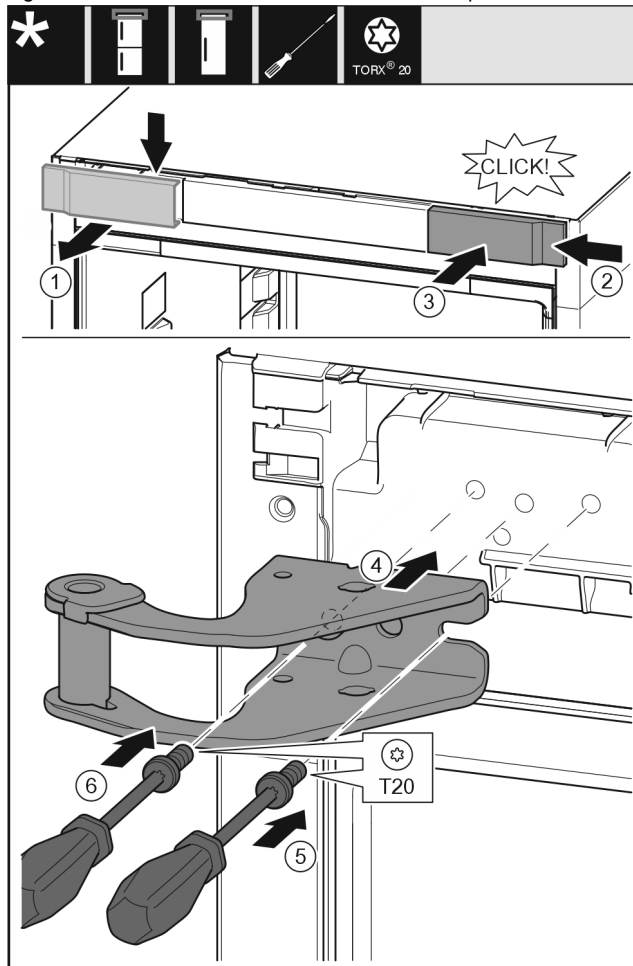

Fig. 11
- ▶ Hiqni kapakun mbulues Fig. 11 (1) nga lart duke e tërhequr përpara.
- ▶ Futni kapakun mbulues Fig. 11 (2) të rrotulluar me 180°, në anën tjetër nga e djathta.
- ▶ Mbërtheni në vend kapakun mbulues Fig. 11 (3).
- ▶ Vendosni bazamentin mbështetës të sipërm Fig. 11 (4).
- ▶ Vendosni vidën Fig. 11 (5) me një kaçavidë dhe shtrëngojeni fort.
- ▶ Vendosni vidën Fig. 11 (6) me një kaçavidë dhe shtrëngojeni fort.